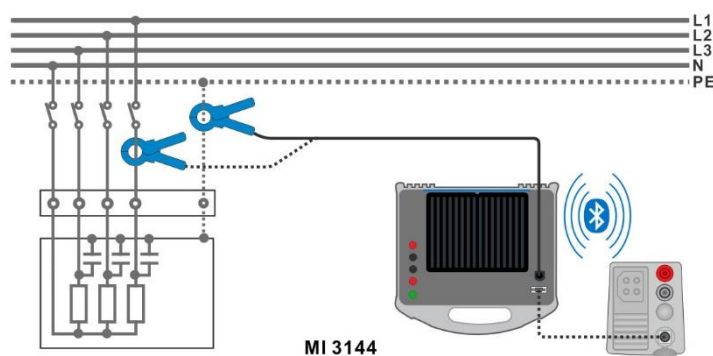

Abbildung 7.91: Stromzangenmessung
- › Legen Sie die Stromzange um das Prüfobjekt. Siehe **Abbildung 7.91**. Detaillierte Informationen finden Sie in der **Bedienungsanleitung zum MI 3144 - Euro Z 800 V**.